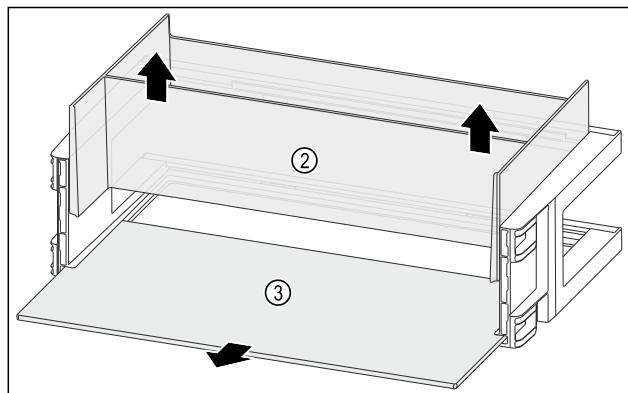

Fig. 114
- Вийміть органайзер Fig. 114 (2) рухом вгору.
- Дістаньте полицю Fig. 114 (3).